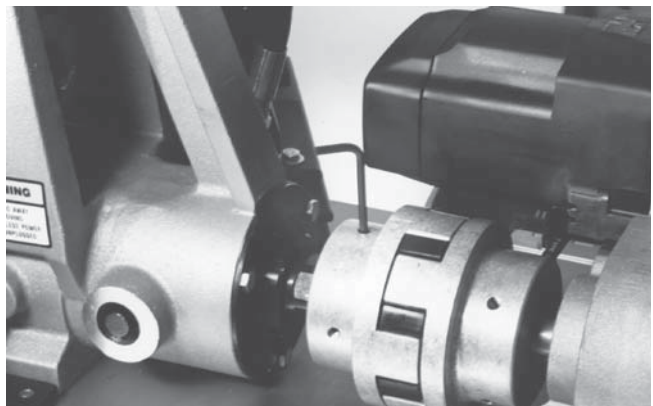

Рисунок 13 – Ослабьте два винта на трансмиссионной муфте
- Используйте шестигранный ключ 3/16" для ослабления двух винтов в передней половине трансмиссионной муфты (рисунок 13).
- Используйте шестигранный ключ 3/16” для ослабления двух винтов в передней половине трансмиссионной муфты (рисунок 13).
- Используйте шестигранный ключ 3/16" для ослабления двух винтов трансмиссионной муфты (рисунок 13).